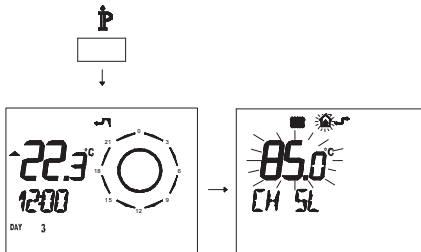

Figura 5.65
- Premere per più di 3 secondi il pulsante  per entrare in modalità **INFO** (Figura 5.65).